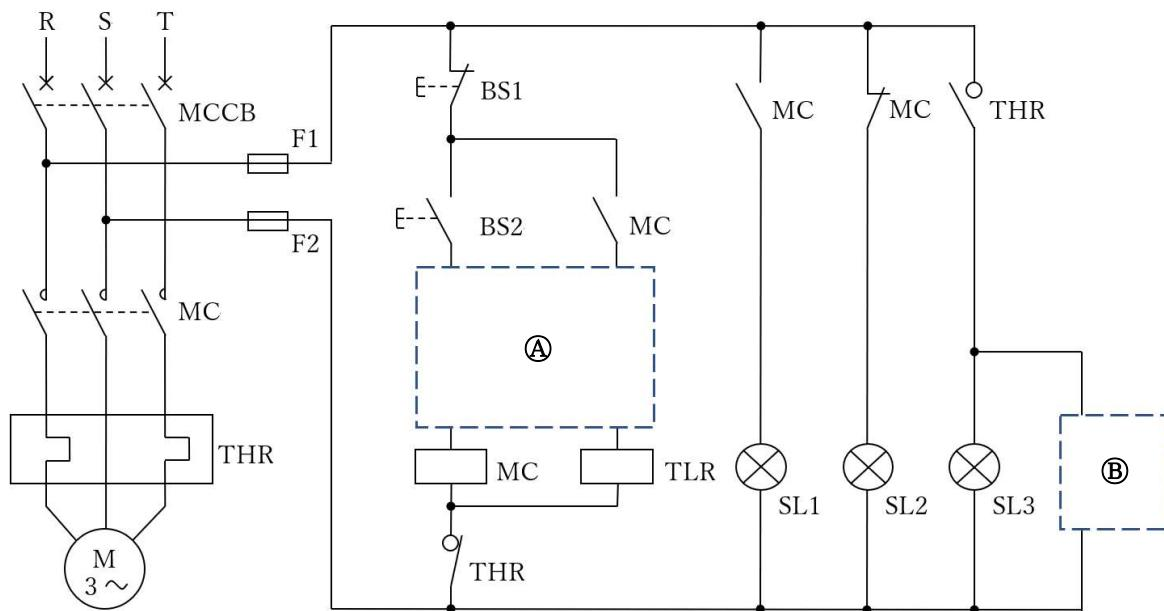

図 4-1
設問2 図4-1は、低圧三相かご形誘導電動機を押しボタンにより始動させ、タイマの設定時間で停止させる制御回路である。この回路について、以下の(1)～(5)の記述の(⑤)～(⑩)にあてはまる最も適切なものを解答群からそれぞれ一つずつ選び、記号ア～エで答えなさい。
- (2) 動作時間が 0.1 秒の高速形漏電遮断器を設けて図 4-1 の制御盤を電源に接続した。接地工事の抵抗値は、(⑥) Ω 以下である。
⑥の解答群